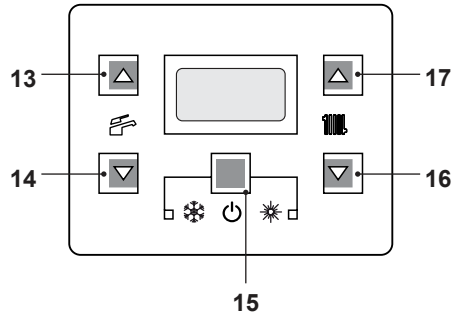
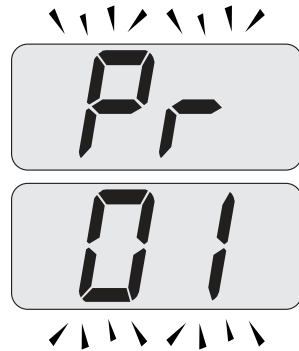
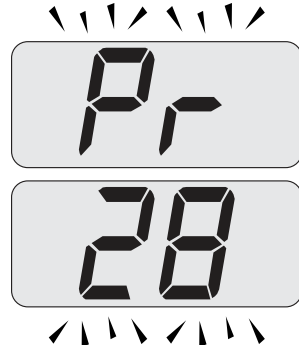

Figura 9.1
Figura 9.2
Figura 9.3
Entre en la "modalidad de programación" pulsando simultáneamente durante 10 segundos los botones 15 - 16 - 17 (Figura 9.1) hasta que aparezcan en el display LCD las letras **Pr** alternadas con el código **01**, indicando que se ha entrado en el "parámetro 01" (Figura 9.2).
- Desplace los parámetros mediante los botones 16 o 17 hasta que aparezcan en el display LCD las letras **Pr** alternadas con el código **28**, indicando que se ha entrado en el "parámetro 28" (Figura 9.3).
- Pulse simultáneamente los botones 15 y 17 (Figura 9.1) hasta que aparezca en el display LCD el valor del parámetro 28 (ej. 12 valor predeterminado) (Figura 9.4).
- Pulsando el botón 15 (Figura 9.1) se confirma el valor introducido.
- Pulsando simultáneamente los botones 15 y 16 (Figura 9.1) se sale sin modificar el valor (se vuelve a la lista de parámetros Figura 9.3).
- Pulsando simultáneamente durante 10 segundos los botones 15 - 16 - 17 (Figura 9.1) se sale de la "modalidad de programación".